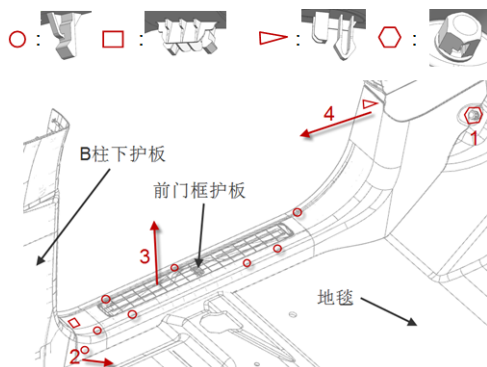

图 7-2-2-1 前门槛护板拆卸示意图
- (1) 首先松开前门槛配合带的门框密封条;
- (2) 松开图 7-2-2-1 中 1 处的一个塑料螺母, 然后从 B 柱下护板处开始, 用手先将 2 处的一个卡脚沿箭头方向从 B 柱分离。然后沿钣金配合处用手将前门槛护板往上掰 (箭头 3 方向), 把卡脚 (8 个) 从线束护套和密封条卡簧分离。最后沿箭头 4 方向将最后一个卡脚从仪表板端盖板分离, 拿出前门槛护板。